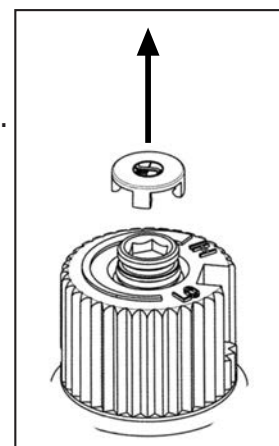

Figure 10: Retrait du capuchon de la valve.
- c) Enlevez à la main, le capuchon de protection noir du bouton "HI/ LO" montré à figure 10.
- h) Remplacez le capuchon de protection noir qui a été enlevé à l'étape a). Référez-vous à la figure 10.